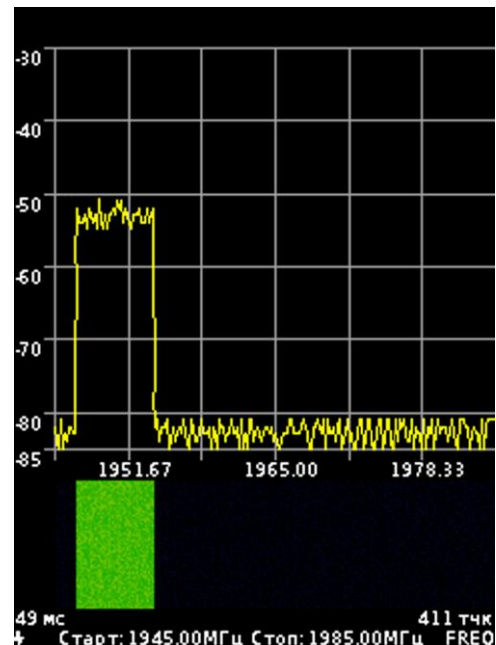

Рисунок 8.5.5 – Измерение в режиме частотно-временной диаграммы (ЧВД)
8.5.3.2. В дополнительном режиме ЧВД, на экране прибора под графиком спектра отображается частотно-временная диаграмма (Рисунок 8.5.5).